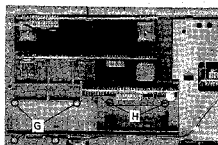

Fig. 2.7
2.7 Anzeigen ausbauen (Fig. 2.7)